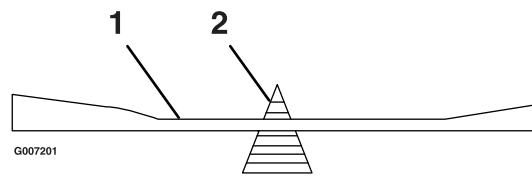

Figura 48
2. Verifique el equilibrio de la cuchilla colocándola sobre un equilibrador de cuchillas (Figura 48). Si la cuchilla se mantiene horizontal, está equilibrada y puede utilizarse. Si la cuchilla no está equilibrada, rebaje algo el metal en la parte de la vela solamente (Figura 48). Repita este procedimiento hasta que la cuchilla esté equilibrada.